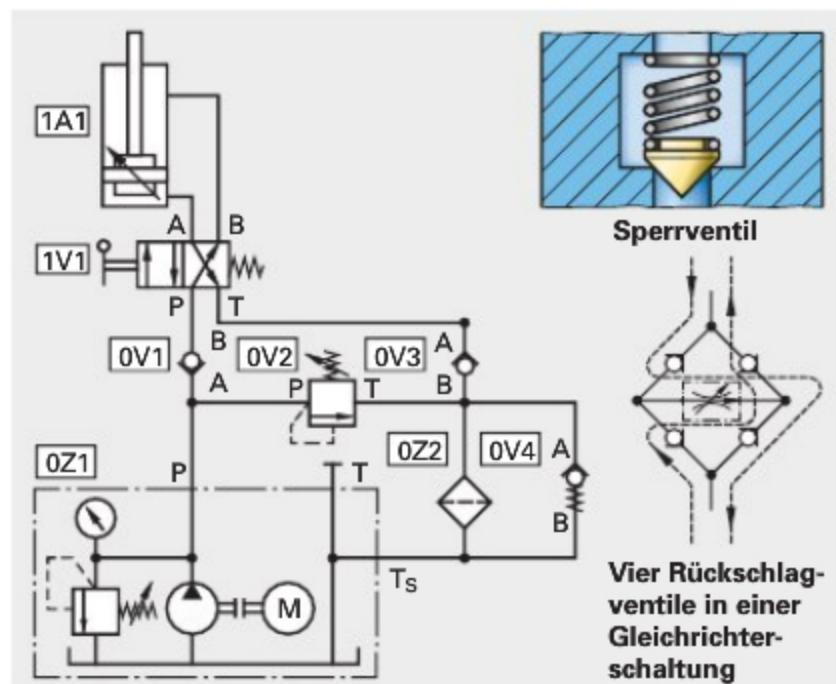

Bild 2: Einsatzmöglichkeiten von Sperrventilen in hydraulischen Schaltplänen
**Drosselventile.** Bei der hydraulischen Presse (**Bild 2**) tritt am Werkstück während des Hubes eine unterschiedliche Kraft  $F$  auf. Damit ändert sich am Drosselventil die Druckdifferenz  $\Delta p = p_1 - p_2$  und damit der Durchfluss  $Q$ . Der Kolben fährt mit unterschiedlicher Geschwindigkeit  $v$  aus.